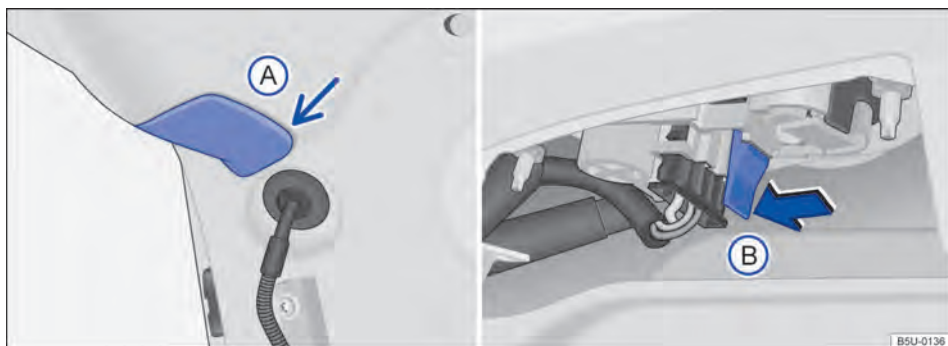

Fig. 157 Na tampa traseira: remover a cobertura e suporte das lâmpadas.
- ① Observar a lista de controle e executar as ações → Página 193.
- ② Abrir a tampa traseira → Página 63.
- ③ Com o auxílio de uma chave de fenda, remover cuidadosamente a cobertura (A) → Fig. 157 na tampa.
- ④ Para destravar o suporte das lâmpadas, pressionar a lingueta de travamento (B) → Fig. 157 e puxar o suporte das lâmpadas para fora.